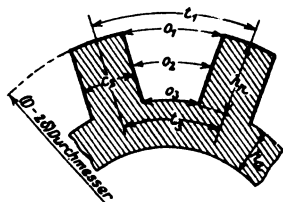

Abb. 239. Trapezförmige Läufernut.
B. Trapezförmige Nut. Bei trapezförmiger Nut soll der Zahn überall die gleiche Zahnstärke c_2 erhalten. Nur darf die Induktion \mathfrak{B}_2 die Werte 10000...15000 nicht übersteigen, da sonst die erforderliche Durchflutung für den Zahn zu groß ausfällt. Die Zahnstärke c_2 folgt wieder aus der Gl 144a (s. Abb. 239)